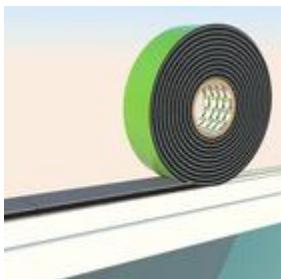

Bild 1 Bandpositionierung
- Das überkomprimierte Anfangsstück, ca. 2cm, abschneiden und das Band Mithilfe der Selbstklebung aufkleben (siehe Bild 1).